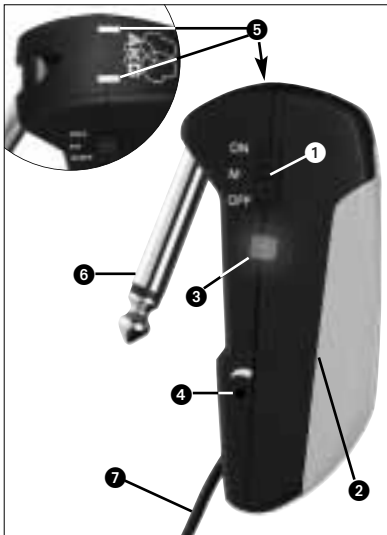

Fig. 1: Elementos de mando del GB 40
2.5 Elementos de mando (véase Fig. 1)